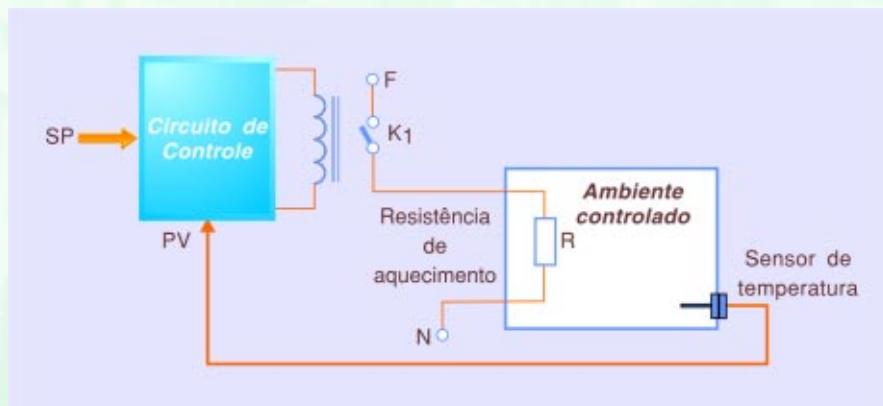

Figura 3 - Controlador ON-OFF.
É também conhecido com o o controle de “duas posições”, ou controle “liga e desliga”. O sinal de saída tem apenas duas posições que vão de um extremo ao outro, podendo ser: válvula aberta ou válvula fechada, resistência ligada ou resistência desligada, compressor ligado ou compressor desligado. Analisemos pela **figura 3** um controlador ON-OFF. Neste exemplo temos um ambiente com temperatura controlada: o valor desejado de temperatura é dado pelo SP, o valor atual de temperatura (PV) é medido por um sensor de temperatura (por exemplo, um termopar), a função do controlador é a de chavear a resistência tendo como parâmetro o valor de temperatura fornecido pelo sensor de modo que mantenha a temperatura no